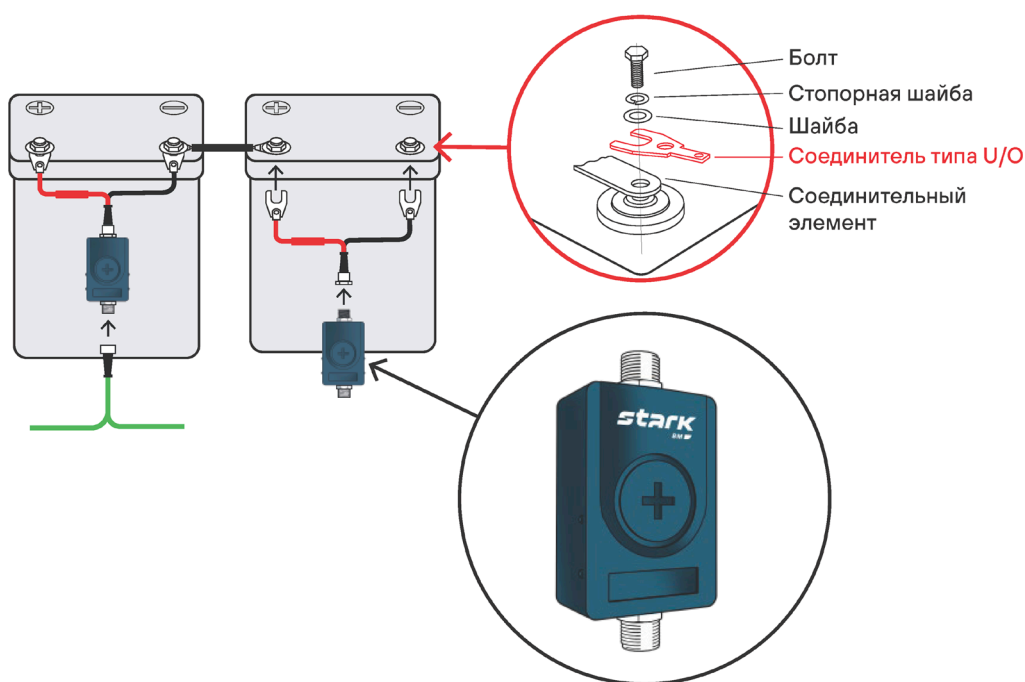

Рисунок 3. Присоединение измерительного провода датчика ячейки
Подключите измерительный провод датчика ячейки к выводам АБ согласно схеме (см. Рисунок 3). Соблюдайте полярность: красный провод к плюсу, черный провод к минусу.
Сориентируйте датчик ячейки на поверхности (см. Рисунок 3)
- Подключите смонтированные измерительные провода к установленным датчикам ячейки с помощью быстросъемного разъема (см. **Рисунок 3**). Если аккумулятор заполнен электролитом и на клеммах есть напряжение, то светодиод датчика должен засветиться. В противном случае проверьте соединения и работоспособность датчика.